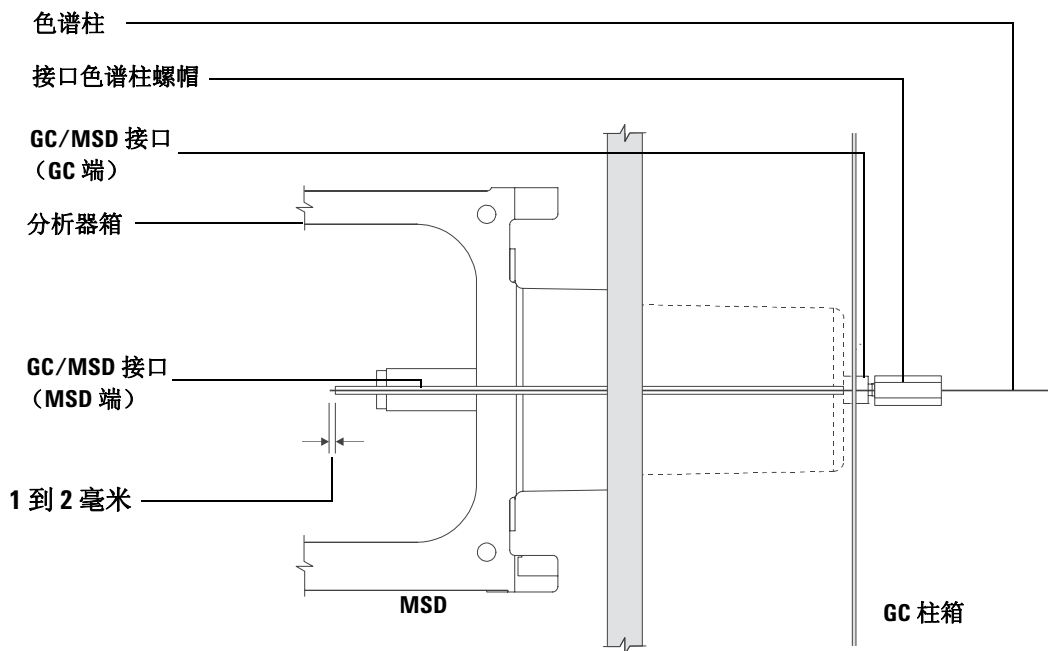

图 9 将毛细管色谱柱安装在 GC/MSD 接口中
- 5 将色谱柱插入 GC/MSD 接口（见图 9），直到您可从分析器箱将其拉出。